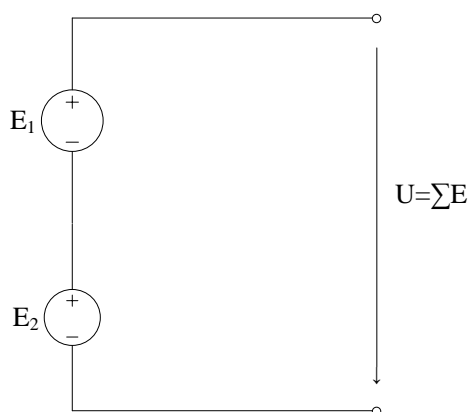

Рис. 5 Электрическая цепь с последовательно включенными ЭДС
1. Собрать цепь с последовательным соединением источников напряжения согласно схеме (рис.5), используя в качестве одного из источников нерегулируемый источник 15 В, в качестве ручного- регулируемый, установив на нем напряжение 5-10 В;